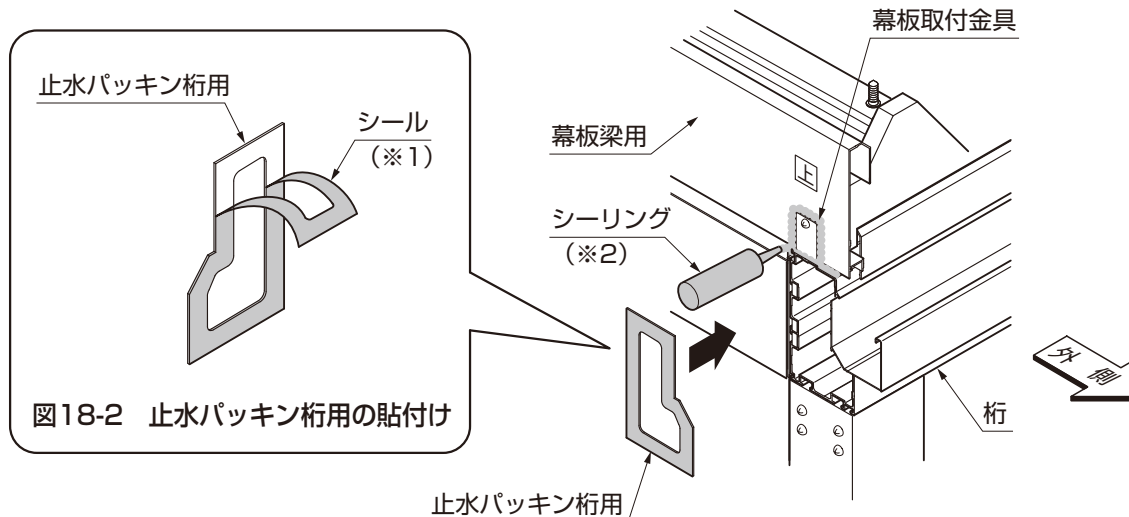

図18-1 幕板取付金具周囲のシーリングと止水パッキン桁用の貼付け
① 桁端面に止水パッキン桁用のシール（※1）をはがして貼付けてください。（図18-1、図18-2参照）
② 幕板取付金具下部と金具周囲をシーリング（※2）してください。（図18-1参照）